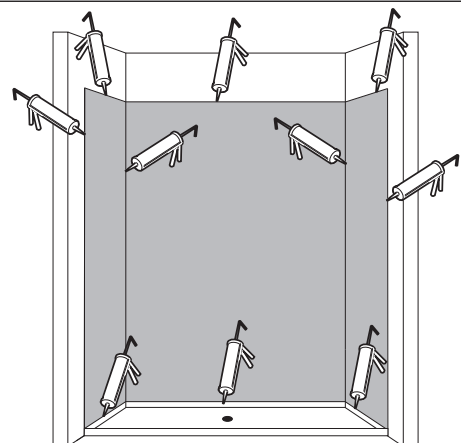

Ilustración 6
- 1) Una vez que todos los paneles estén bien colocados y en su lugar, aplique el sellador para tinas y azulejos en todas las esquinas, uniones entre paneles y los espacios entre los paneles inferiores y la base de la ducha. **(Ilustración 6)**